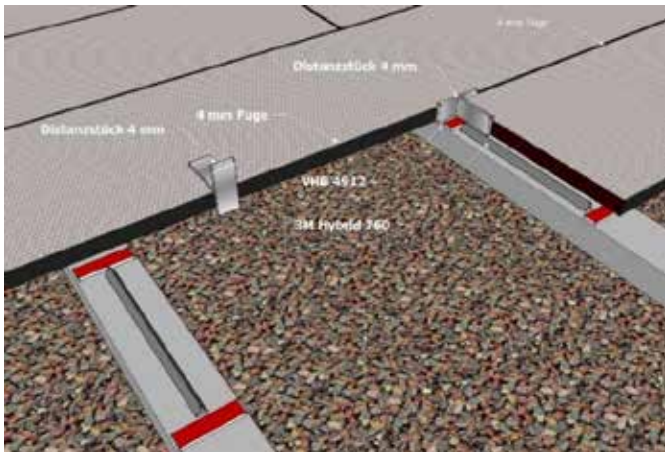

Abb. 2: Klebpositionen des VHB-Montagebands und des Klebers 3M Hybrid 760
- Das VHB-Montageband wird auf die Breite der Unterkonstruktion zugeschnitten und jeweils an den Enden der Auflageflächen positioniert (s. Abb. 2)